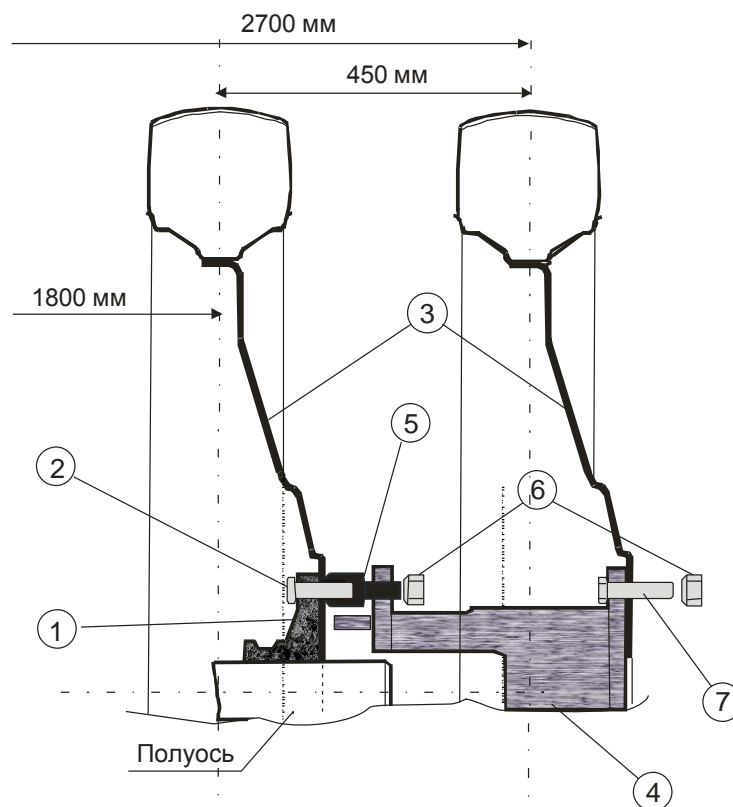

Рис.3. Схема установки задних колес на междурядье 450мм
- 6.5. На болты проставки 7 установить внешнее колесо из комплекта в положении, соответствующему требуемому междурядью (см.рис.3,4).